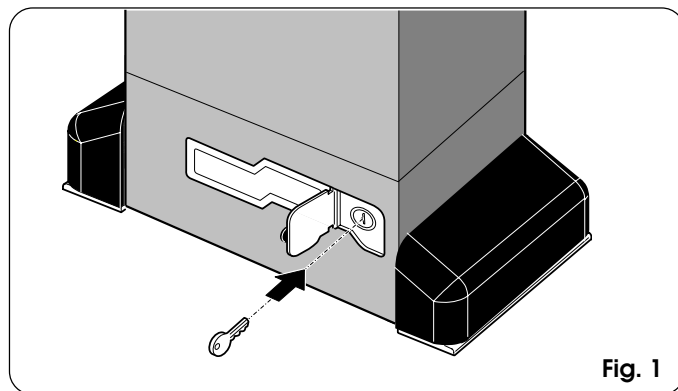

Fig. 1
- 1) Abra la portezuela de protección e introduzca la llave en dotación en la cerradura como se indica en la Fig.1.